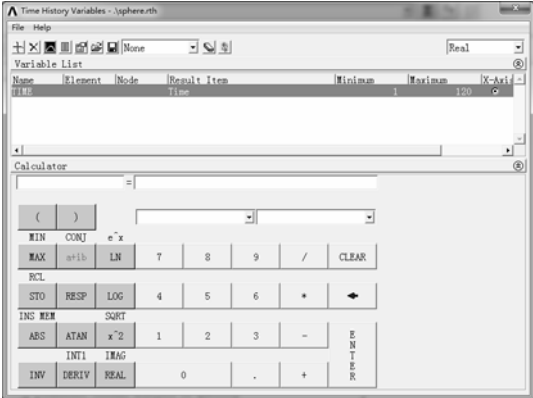

图 8-129 “Time History Variables”对话框
1) 选择“Main Menu>TimeHist Postpro”命令，弹出“Time History Variables”对话框，如图 8-129 所示。